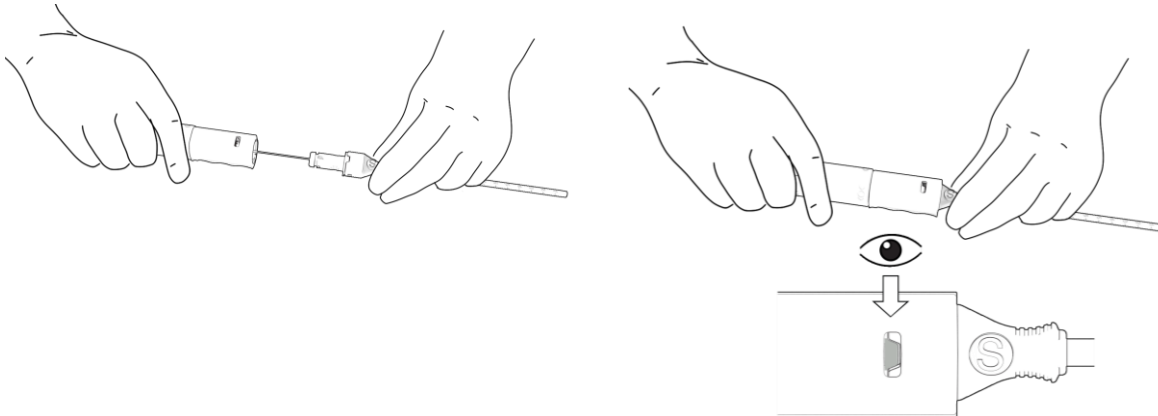

Abbildung 10. Einsetzen des PerQseal®-Gefäßverschlussystems in die Einführschleuse.
- c. Der Einführschleusenansatz in einer Hand und den Gerätegriff in der anderen Hand halten und den Griff des Gefäßverschlussystems vorsichtig vorschieben. Sicherstellen, dass die Markierungen auf der Einführschleuse und auf dem Griff aufeinander ausgerichtet sind und dass die Ladekanüle/der Einführschleusenansatz (mit einem Klick) am Gerätegriff einrastet. Auf die grüne Markierung im Fenster achten. Damit wird bestätigt, dass der Griff des PerQseal®-Gefäßverschlussystems erfolgreich verriegelt wurde. Abbildung 10.